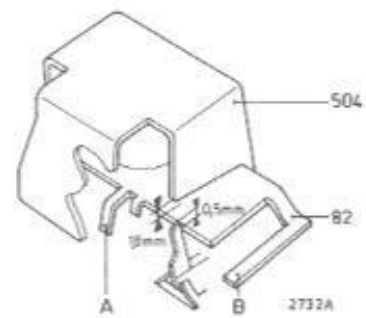

Fig. 9
B. Bij snelspoelen, zie fig. 9
VI. INSTELLING STOPTOETS (fig. 9 en 10)
- Instellen door lip B te verbuigen (zie Fig. 9).